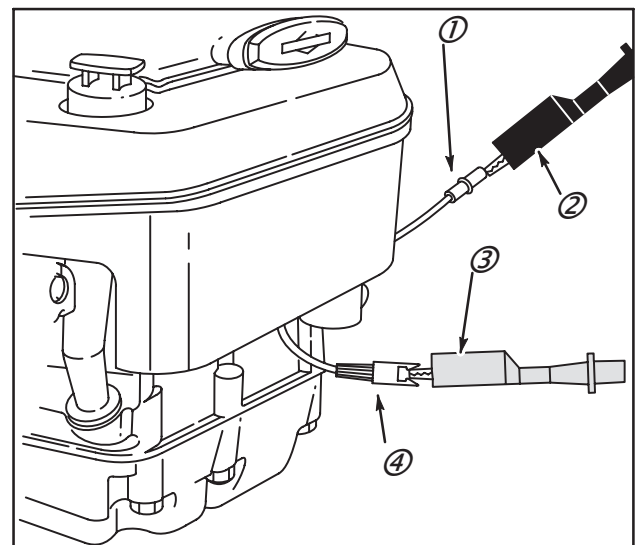

Fig. 16
1. Introduire le fil ROUGE (3) du contrôleur dans la borne 10 Ampères du contrôleur.
2. Introduire le fil NOIR (2) du contrôleur dans la borne COM du contrôleur.
4. Fixer la pince ROUGE du contrôleur au fil de sortie du stator (4), Fig. 16.